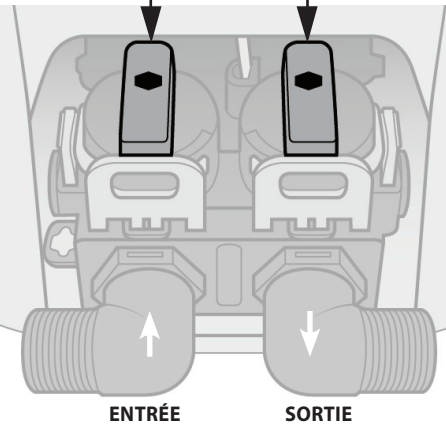

FIG. 2B
- Placez l'adoucisseur à l'endroit désiré. **Assurez-vous que la soupape de dérivation est en position de dérivation comme indiqué à la FIG. 2B (utilisez la clé hexagonale pour tourner les poignées).**